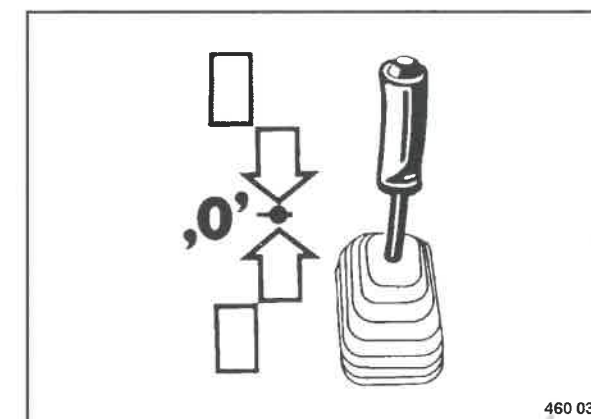

Fig. 61
- Porre la leva di marcia (Fig. 61) lentamente in posizione "0".